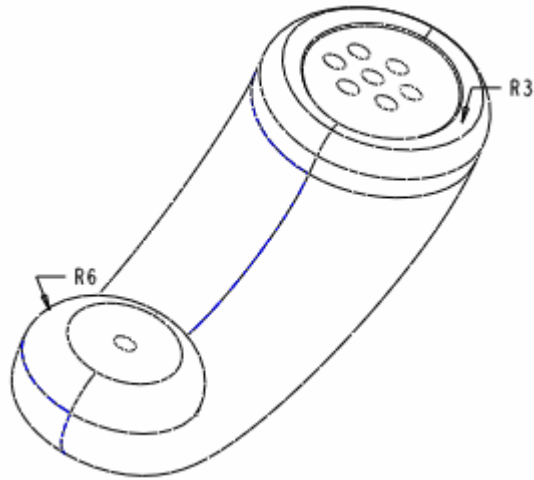

图 61-31
- (1) 单击 ，打开圆角特征操控板，分别建立如图 61-31 所示的两个圆角。